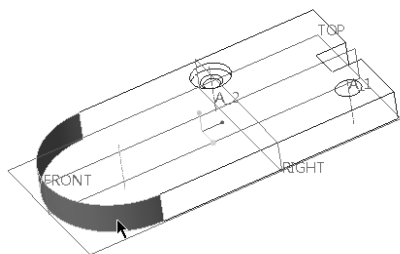

图 6-20 创建基准轴
3) 在功能区的右侧区域单击“基准”以打开“基准”工具列表，接着单击 (基准轴) 按钮，打开“基准轴”对话框。在模型中单击半圆柱面，如图 6-20 所示，然后在“基准轴”对话框中单击“确定”按钮，完成创建基准轴“A_3”。